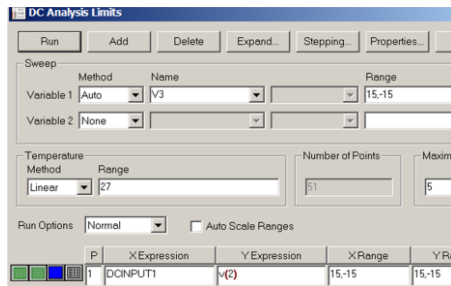

Рис. 6.5
Настройки режимов AC, DC, Transient показаны на рис. 6.5 – 6.7
1. Для масштабирующего решающего усилителя (рис. 6.5) запишите формулы для коэффициента усиления РУ $K_{ру}$, коэффициента обратной связи β ,
1. Для масштабирующего инвертирующего решающего усилителя (рис. 6.5) запишите формулы для коэффициента усиления РУ $K_{\text{РУ}}$, коэффициента обратной связи β , погрешности РУ от смещения нуля. Постройте теоретическую передаточную характеристику повторителя с учетом смещения нуля ОУ и